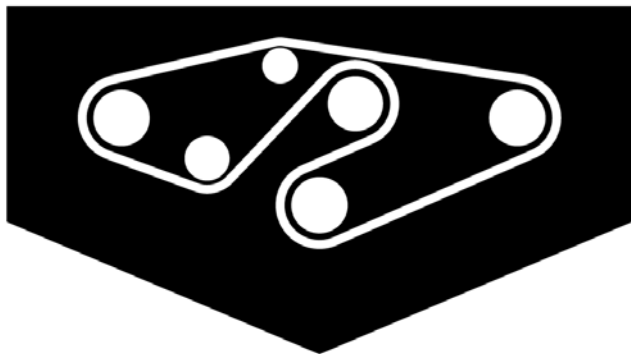

Bild 38
- Verlegen Sie den neuen Riemen um die Spindelscheiben und um die Spannscheibengruppe, siehe Bild 38.